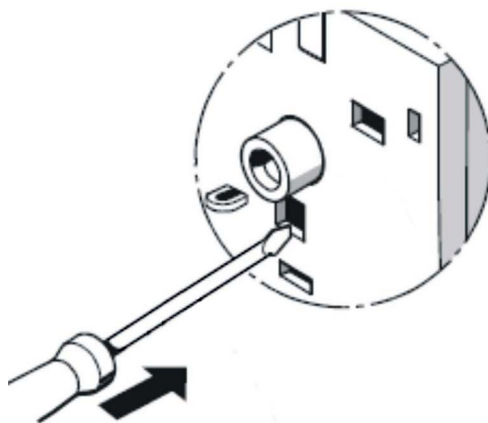

Fig. 41
- **Essai du dispositif (Fig. 41)**